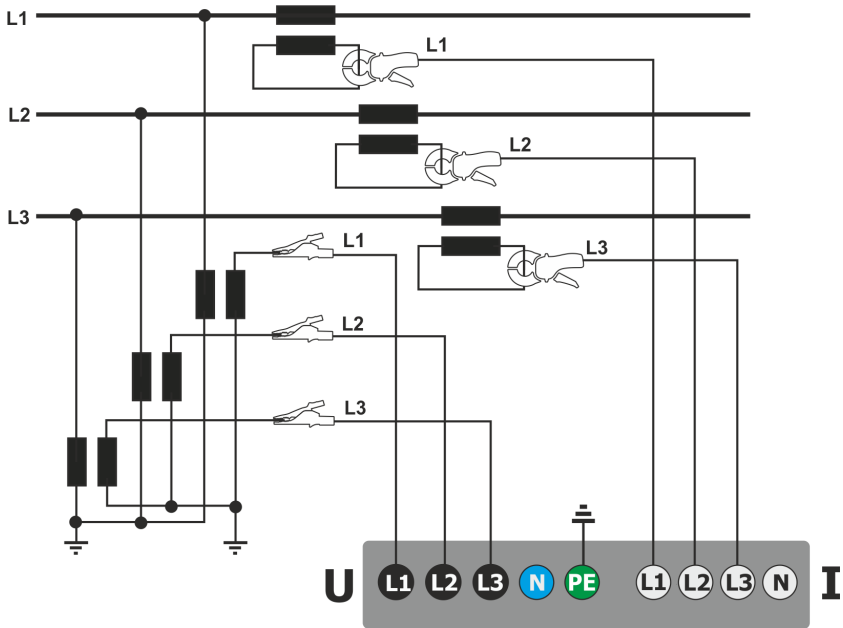

Fig. 64. Esquema de conexión - una medición indirecta SN en el sistema de 3 fases y 3 hilos.
- en el sistema trifásico de tres hilos (Fig. 64),